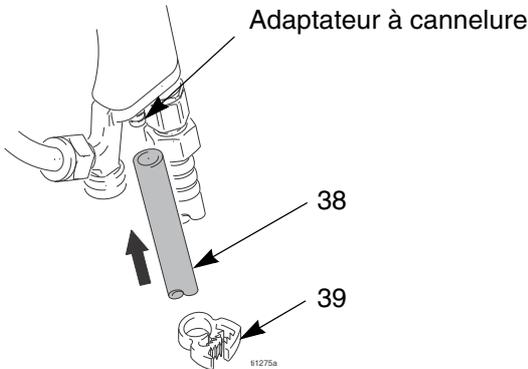

FIG. 5
Emboîtez le tuyau d'échappement (38) sur l'adaptateur à cannelure en bas de la poignée du pistolet. Fixez le tuyau avec le collier (39) (FIG. 5).